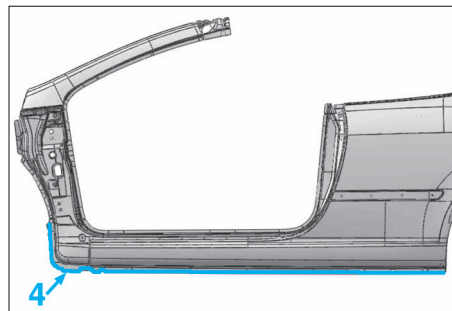

FIG. 68
- Appliquer du mastic suivant les lignes (4) sur le bord inférieur de l'aile (Fig.68).